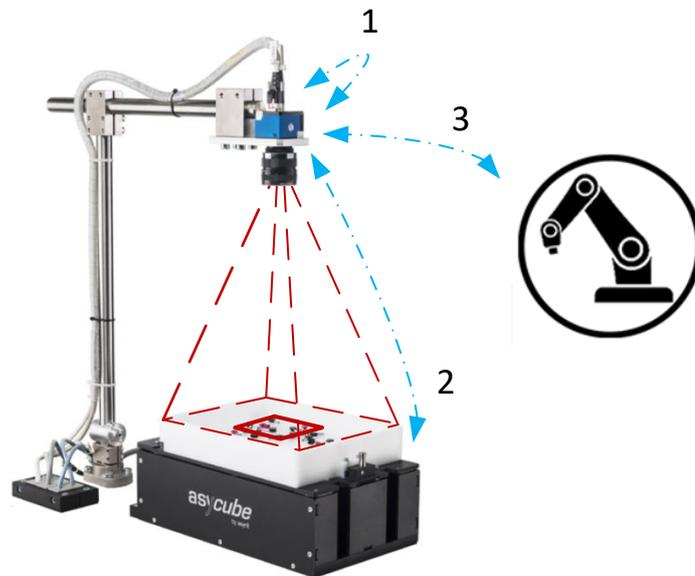

Abbildung 2-1: Kalibrierungen
- Wenn die Kalibrierung in einer anderen Ebene vorgenommen wird, entspricht ein als Bezugsgröße kalibrierter mm nicht einem mm im Erkennungsbereich des Teils (siehe Abbildung 2-1).